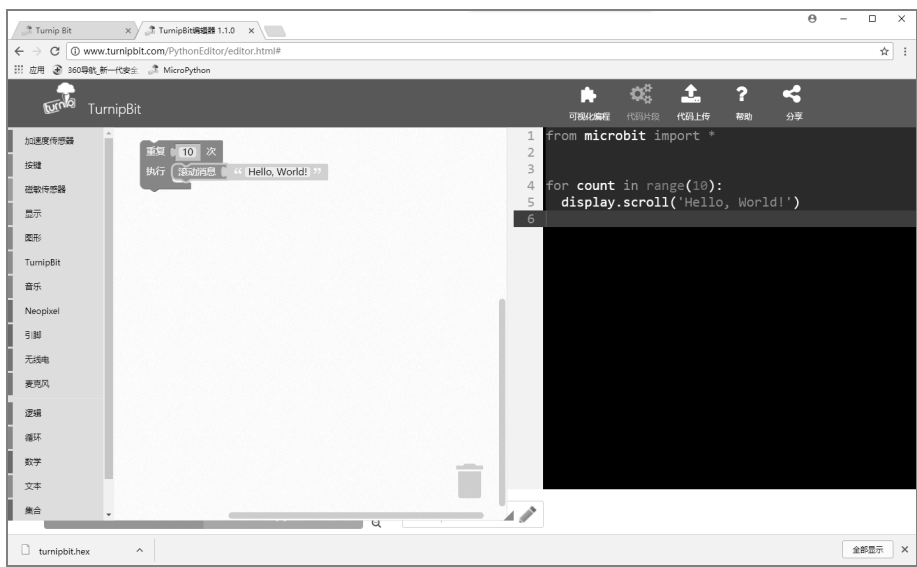

图 2-8 循环 10 次
② 把“滚动消息”拖到“重复 10 次”中，表示循环 10 次，如图 2-8 所示。